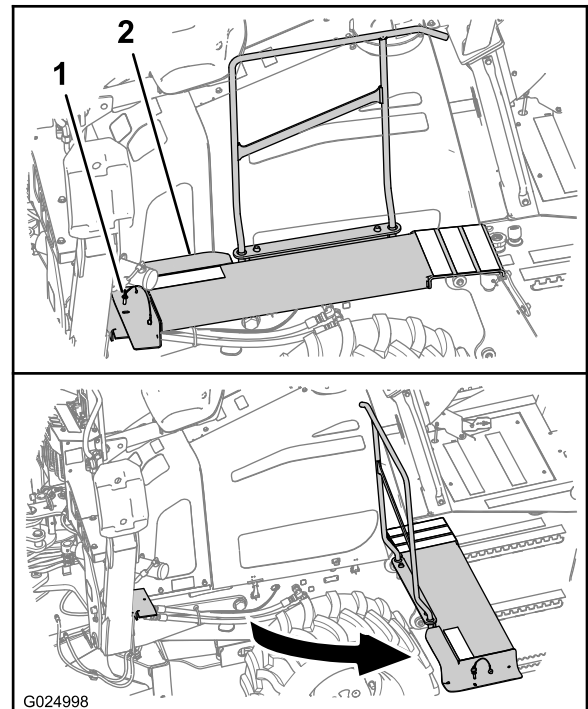

Figure 64
- A. Sur le côté gauche de la machine, enlevez la goupille de retenue à l'avant du marchepied (Figure 64).
- B. Faites pivoter le marchepied pour l'écarter de la machine, comme montré à la Figure 64.
- Faites pivoter la partie avant du marchepied à sa position d'origine (Figure 64).
- Placez le trou du marchepied en face du trou de son support (Figure 64).